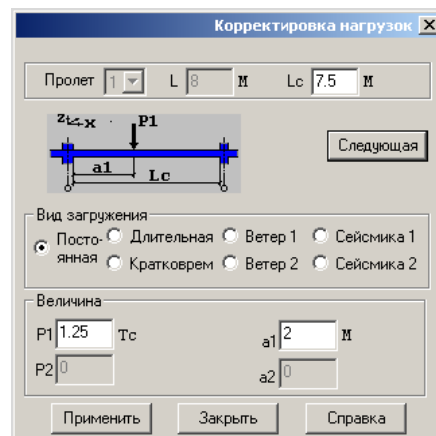

Рис.7.3.3. Окно диалога **Корректировка нагрузок**
- нажмите кнопку **Следующая**, так, чтобы рассматривались параметры постоянной сосредоточенной нагрузки (рис.7.3.3);